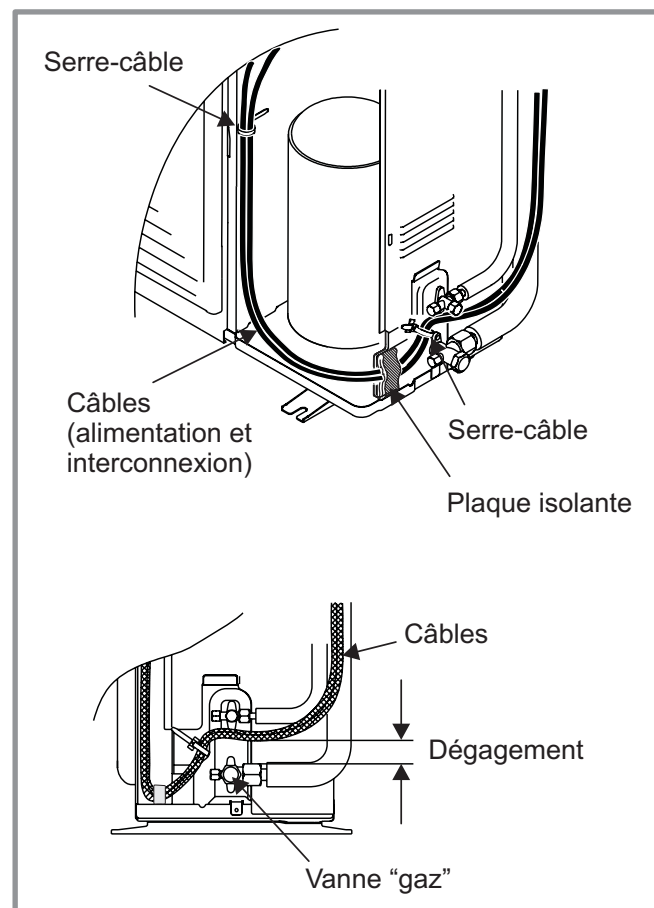

figure 27 - Finalisation de la connexion de l'unité extérieure
- Comblar l'espace à l'entrée des câbles dans l'unité extérieure avec la plaque isolante (figure 27).